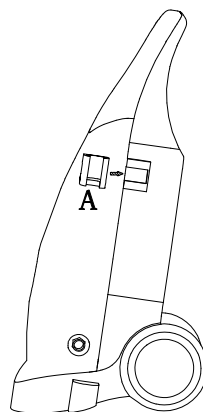

Fig. 2
2. Monter holder (A) som vist (trykkes ind) - fig 2.